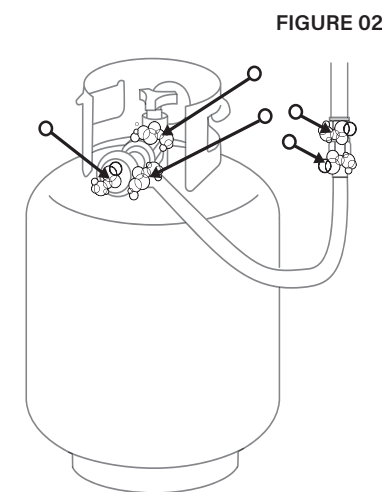

FIGURE 02
04. Appliquez une solution savonneuse sur les zones où se trouvent les bulles, tel qu'illustré à la figure 02.